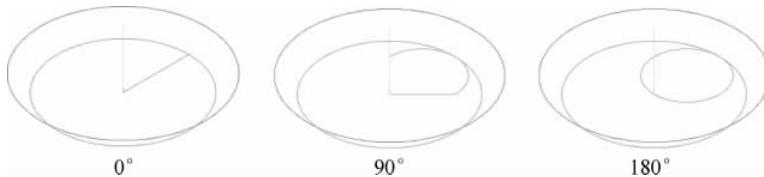

图 5-153 进退刀圆弧的扫描角度
- “进/退刀圆弧的扫描角”文本框：设置刀具从圆心到圆进/退刀时圆弧的扫描角度，如图 5-153 所示。